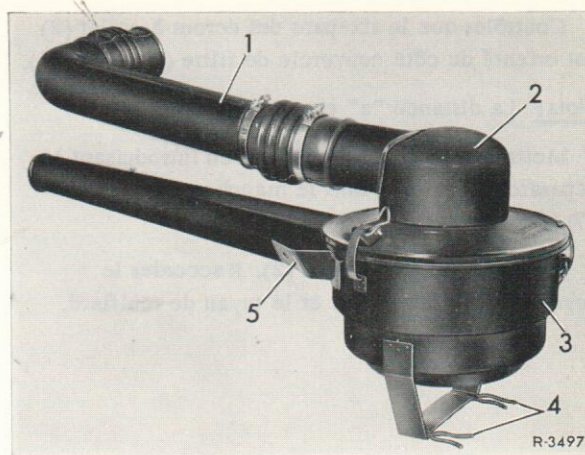

Fig. 09-1/2
Pour faciliter l'opération de dépose-repose du filtre à air à bain d'huile, la fixation inférieure de celui-ci se fait par des attaches à ressort (4) (fig. 09-1/2) en lieu et place de boulons. Après dépose de la vis de fixation sur le caisson de roue et du tube d'aspiration (1), il est aisé de sortir le filtre. A la repose, s'assurer que les attaches à ressort s'engagent correctement.